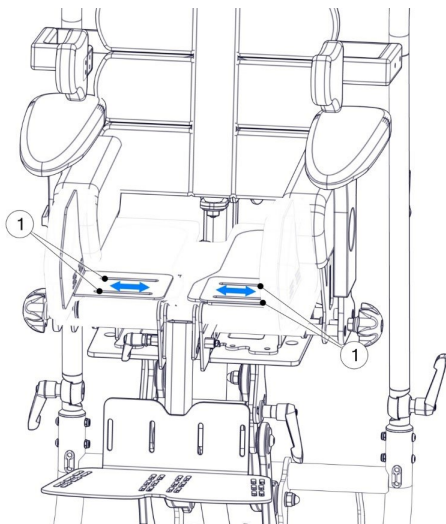

рис. 18
Регулировка расстояния между упорами для бедер осуществляется двумя регулировочными винтами (1), расположенными под упорами. Для регулировки поднимите обивку, закрывающую кронштейны, и ослабьте регулировочные винты (1), обеспечив свободное перемещение и установку упоров для бедер в необходимое положение. По окончании регулировки затянуть винты, чтобы зафиксировать упоры в необходимом положении. Упоры для бедер могут быть установлены под углом относительно длины изделия, что обеспечивает 10 способов фиксирования бедер. Регулировка упоров для бедер влияет на правильное положение коленей и таза. Независимость упоров для бедер обеспечивает асимметричную регулировку. (рис. 18)